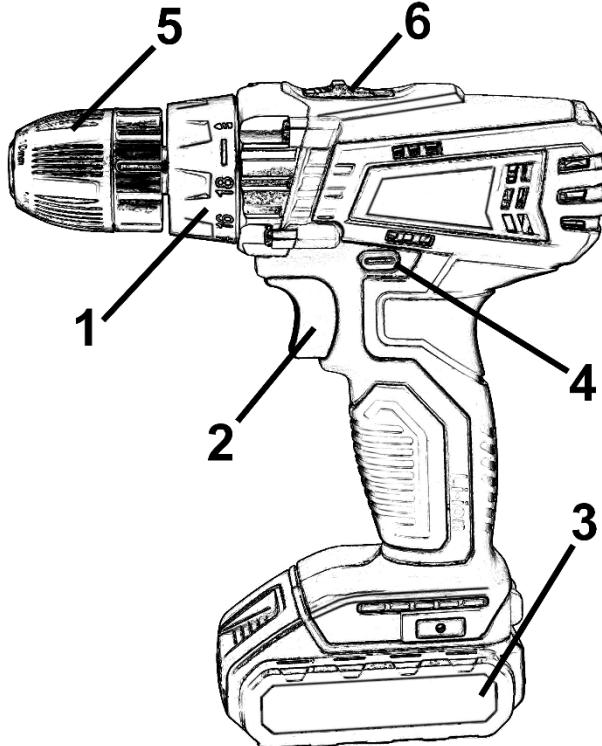

Рисунок 1
4.1.2 Встановіть необхідний крутний момент за допомогою кільця регулятора моменту затягування (1) (рис. 1).
4.3 Для включення виробу натисніть на клавішу вимикача **(2)**, (рис. 1). Для відключення виробу слід клавішу відпустити. Регулювання швидкості обертання патрону здійснюється ступенем натискання на клавішу вимикача.